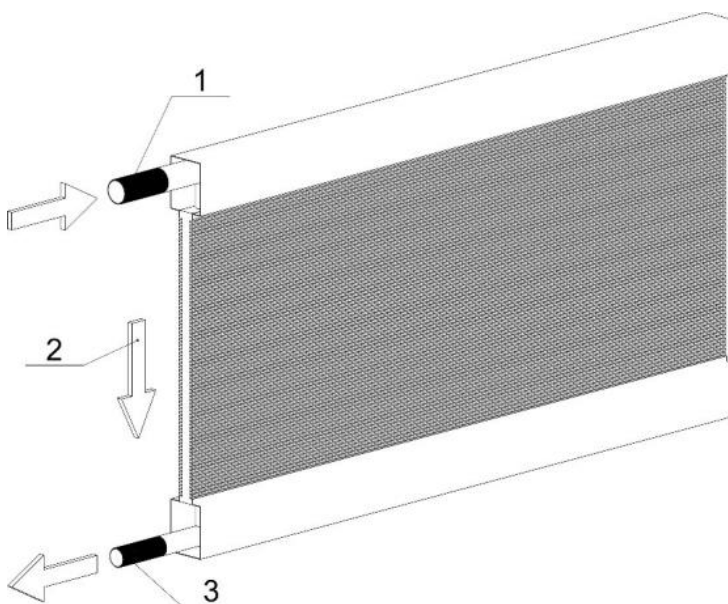

Abbildung 6.3.5.1 - Dampfregister
2. Die Wasserdampfversorgung an das obere Rohr und den Rücklauf an das untere Rohr anschließen (Bild 6.3.5.1).